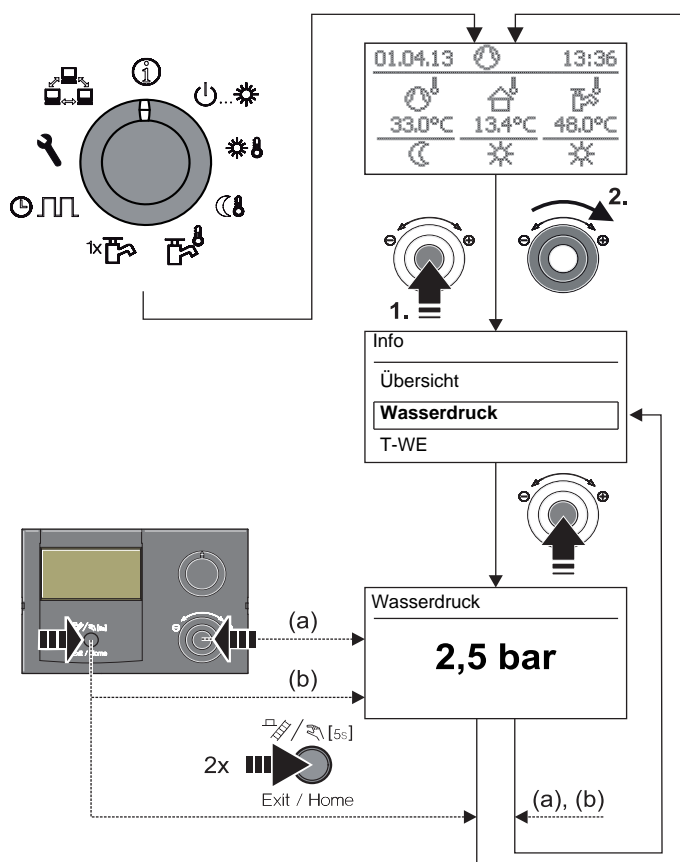

Bild 3-6 Info-Werte anzeigen (Beispiel Anlagendruck)
- ➔ Wert wird angezeigt (Beispiel siehe Bild 3-6).
An der Regelung RoCon mb kann in eingeschaltetem Zustand der Anlagendruck (Wasserdruck) des internen Kreises (direkter Heizkreis) angezeigt werden. Der Wasserdruck ist als erster Info-Parameter nach der Betriebsdatenübersicht verfügbar (siehe Bild 3-6).